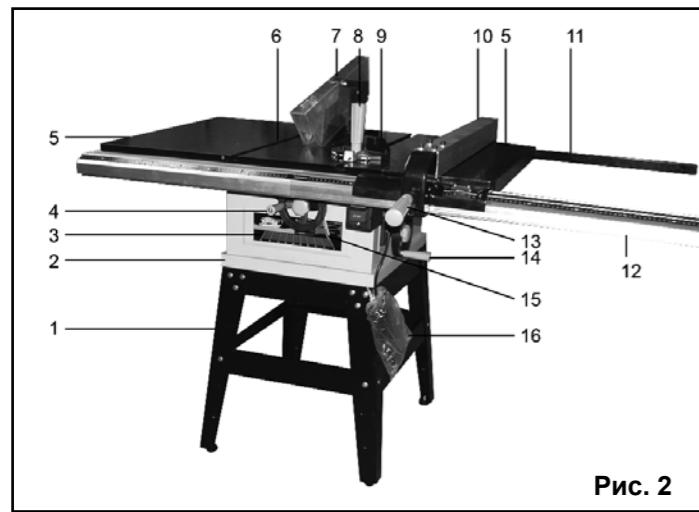
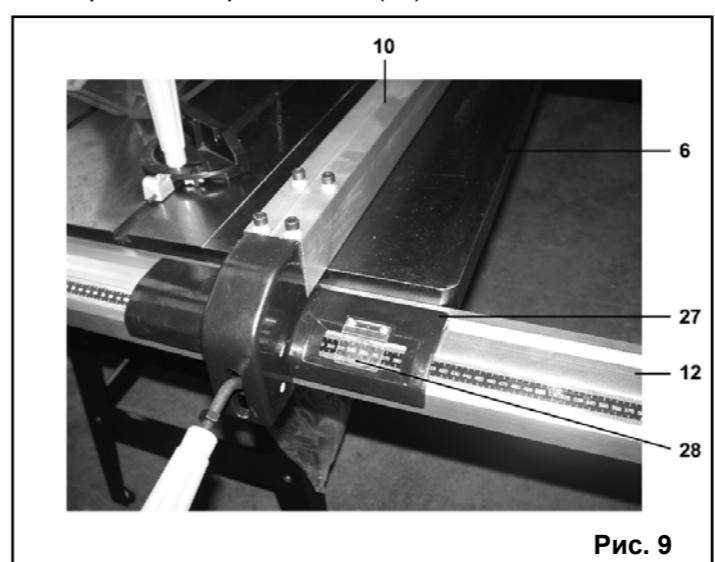

Рис. 2
Рис. 9
талей (Рис. 2, 3):
- 8.3.1. Как показано на Рис. 7 к торцам рабочего стола (6), Рис. 2, болтами крепления (26) предварительно (с небольшим моментом затяжки) закрепите дополнительные
8.3.3. При выполнении пильных работ по параллельному упору (10) на рабочий стол необходимо установить переднюю и заднюю направляющие (11 и 12), Рис. 2. Передняя и задняя направляющие (11 и 12) составные и состоят из двух частей, см. комплектность.
8.3.4. Задняя направляющая (11) устанавливается и закрепляется болтовым соединением на торцах рабочего стола (6) и дополнительных плит (5) со стороны электродвигателя (18). Для закрепления задней направляющей (11) используйте 4 болта с круглой головкой и внутренним шестигранником, Рис.2, 3.
8.3.6. Как показано на Рис. 9,10, на рабочем столе (6) установите параллельный упор (10). Кронштейн (29) должен быть в зацеплении с задней направляющей (11). Ручку фиксации параллельного упора (13) поднимите вверх, Рис.2. Аккуратно установите на переднюю направляющую (12) опорную пластину (27), она должна плотно опереться на переднюю направляющую (12).
клинивателем и антиотбрасывателем (Рис. 2,3, 13 - 15)
9.3. Регулировка высоты диска (Рис. 2, 3, 6)
9.4. Регулировка наклона диска (Рис. 2, 3, 6)
8.4.3. В зависимости от предстоящей операции установите упор для косого и поперечного пиления (9) в паз рабочего стола (6) слева или справа от пильного диска (17), Рис. 2,3.